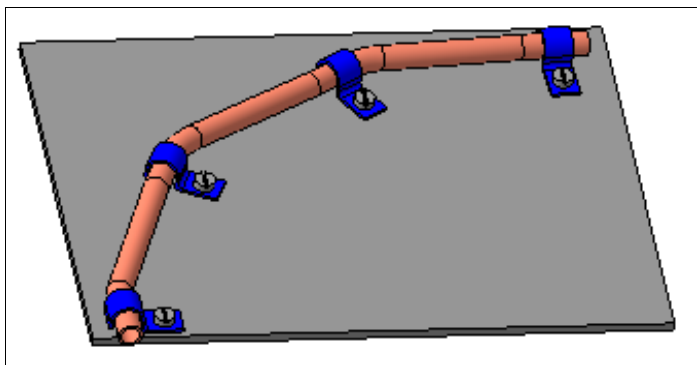

Рис. 23.39. Плата с установленными скобами и проложенным жгутом
- ◆ для выхода из режима редактирования на панели инструментов **Текущее состояние** нажмите кнопку **Редактировать на месте**. Система выведет на экран диалоговое окно о возможности перестроения сборки. Нажмите кнопку **Да**. Система выполнит перестроение сборки (рис. 23.39). Отдельно модель жгута вы можете посмотреть, если откроете файл *Жгут. Варианты построения жгутов* вы можете посмотреть на прилагаемом компакт-диске в папке *Модели 3D к урокам*.